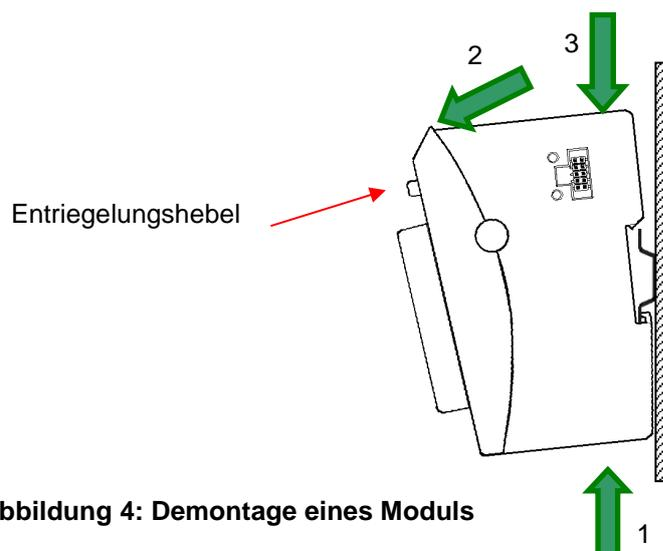

Abbildung 4: Demontage eines Moduls
- ⇒ Drücken Sie den Entriegelungshebel (siehe Abbildung 4) von dem Modul, das Sie vom links davon befindlichen Modul trennen wollen.